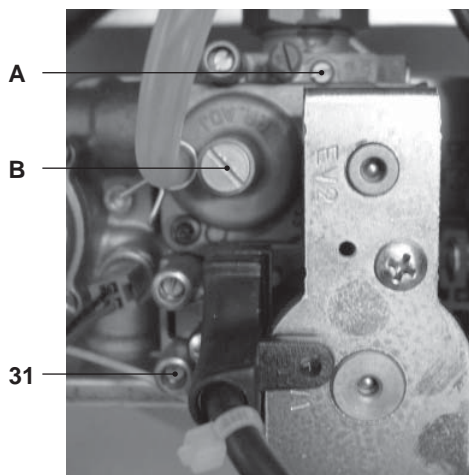

Figura 7.9
- A caldaia spenta (fuori servizio), controllare la pressione di alimentazione utilizzando la presa 31 in Figura 7.9 e confrontare il valore letto con quelli riportati nella tabella Pressioni di alimentazione gas nella sezione "Dati tecnici" pag. 22.
- Richiudere bene la presa di pressione 31 in Figura 7.9.
- Per tarare il **CO₂** della caldaia (pressione del gas al bruciatore) svitare completamente il tappo in ottone di protezione B e agire sulla vite a brugola \varnothing 4 mm sottostante Figura 7.9, girando in senso orario il **CO₂** aumenta.
- Se i due dati non coincidono agire sulla vite regolazione massimo RQ (A in Figura 7.9) della valvola gas e tarare il **CO₂** allo stesso valore riportato nella tabella nella sezione "Dati tecnici" pag. 22. Girando in senso orario il **CO₂** diminuisce.